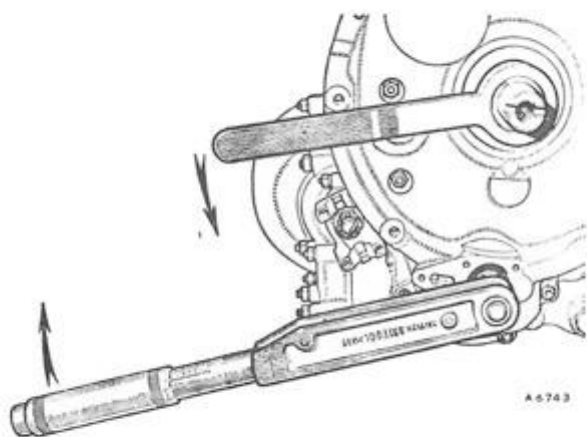

Fig. Aa.15
- 36) Brug måleren 18G191 og mål hele denne samlings tykkelse (se fig. Aa.15). Middelaflæsningen angiver den samlede tykkelse mellemlæg, der skal til for at eliminere endesløret. Til aflæsningen lægges en mellemlægstykkelse på 0,001-0,003" (0,025-0,076 mm), så man får den korrekte forspænding på indgangslejet.